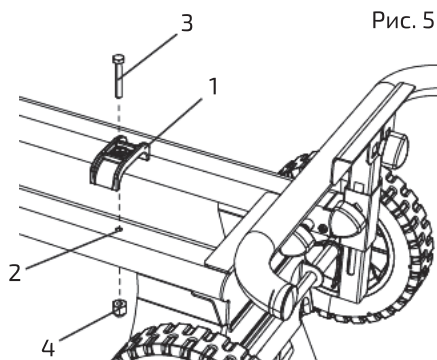

Рис. 5
1. Поместить одну стопорную скобу (1) на один из направляющих рельсов и совместить отверстие в стопорной скобе (1) с отверстием (2) в рельсе (рис. 5).
2. Вставить стопорный болт (3) через отверстие в стопорной скобе и отверстие в рельсе. Затянуть стопорную гайку (4) с помощью ключа 10 мм.